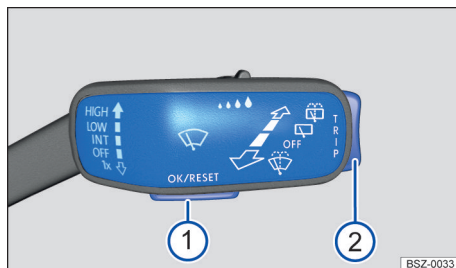

Fig. 11 Pe coloana de direcție, în dreapta: butoane pe maneta ștergătorului de parbriz (imagine de referință).
Autovehicule fără volan multifuncțional: Atât timp cât este afișat un mesaj de avertizare de prioritate 1, nu pot fi apelate meniuri. Unele mesaje de avertizare pot fi confirmate și ascunse cu butonul **OK/RESET** → fig. 11 ①.
2. În cazul în care este afișat un mesaj sau pictograma autovehiculului, apăsați, după caz, de mai multe ori butonul **OK/RESET** → fig. 11 ①.
3. Pentru afișarea meniurilor → pagina 23 sau pentru a reveni dintr-un meniu sau dintr-un afișaj cu informații, mențineți apăsat butonul basculant **TRIP** → fig. 11 ②.
5. Pentru a apela meniul afișat sau afișajul cu informații, apăsați butonul **OK/RESET** → fig. 11 ① sau așteptați câteva secunde până când meniul sau afișajul cu informații se deschide automat.
- Pentru a efectua modificările dorite, apăsați butonul **OK/RESET** → fig. 11 .